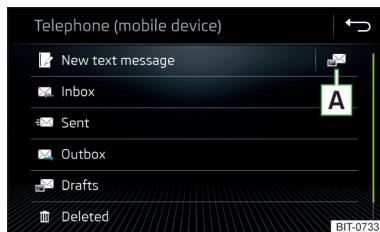

Fig. 193
► În meniul principal *Telefon*, atingeți suprafața de comandă funcției ; se afișează un meniu pentru mesaje » fig. 193.
▶ În meniul principal al mesajelor text, apăsați suprafața de comandă funcții  » **fig. 193 la pagina 170**.